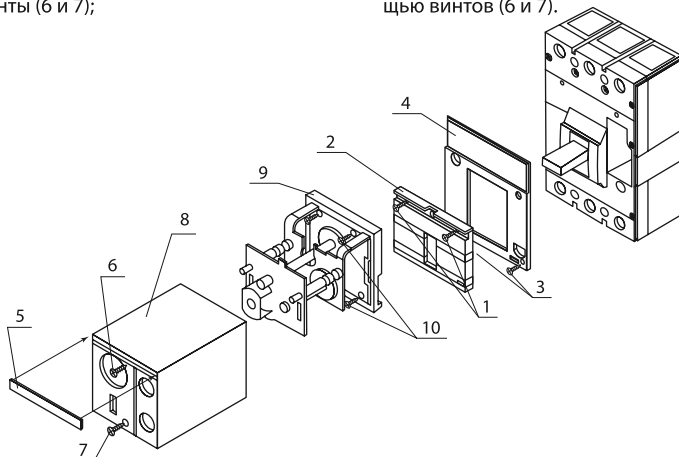

Рисунок 3. Схема монтажа электропривода ЭП35/37 на ВА.
5.6. Монтаж электропривода производится в определенной последовательности (см. рисунок 3). Перед началом монтажа рукоятку выключателя установить в среднее положение, для этого перевести рукоятку автоматического выключателя в положение «Тест» (Вкл. ВА и нажать кнопку «Тест»).